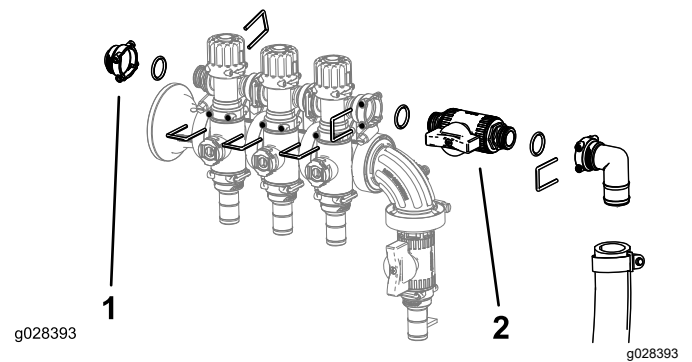

図 6
5. 先ほど外したリテーナを使って、バイパス調整アセンブリ、メスのキャップ、Oリング、シャットオフバルブ、フィッティングホースアセンブリを 図 6 のように取り付ける。